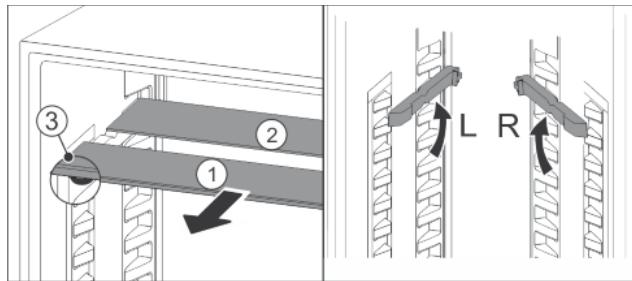

Fig. 23
- ▶ По одной извлеките Fig. 23 (1) стеклянные панели движением вперед.
- ▶ Стеклянная панель Fig. 23 (1) со стопорами лежит спереди.
- ▶ Стопоры показывают вниз Fig. 23 (3).